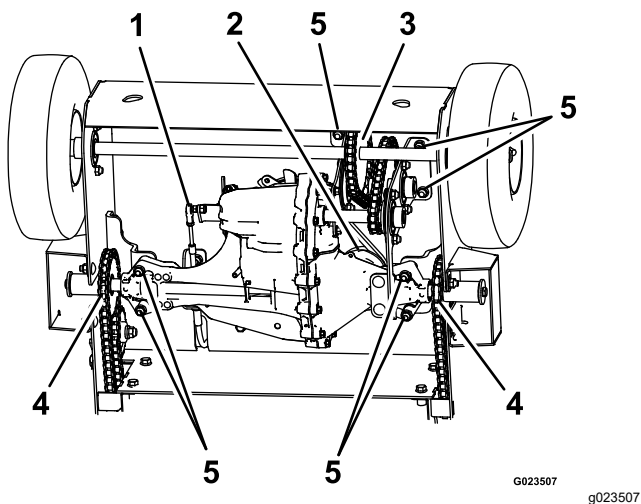

Figure 39
5. Déposez la transmission de la machine (Figure 39).